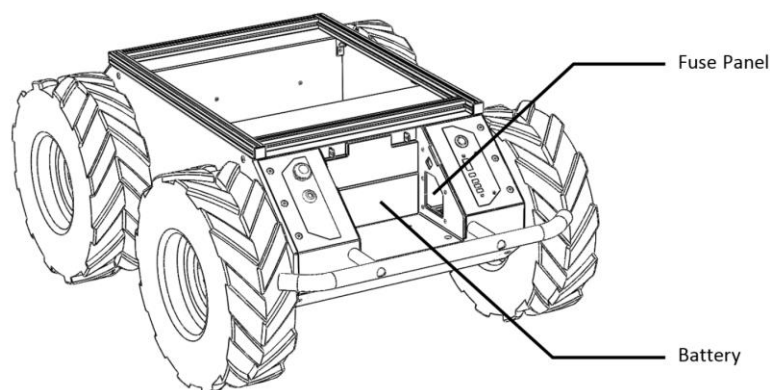

图 6: Husky 电池区域
3. 小心地将电池插头连接到保险丝面板中的配对连接器，如图 6 所示，确保其牢固就位并卡入到位。